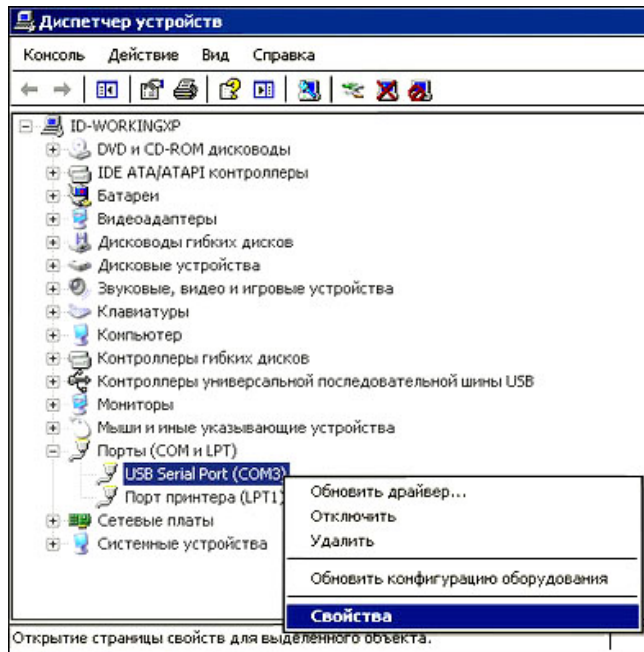
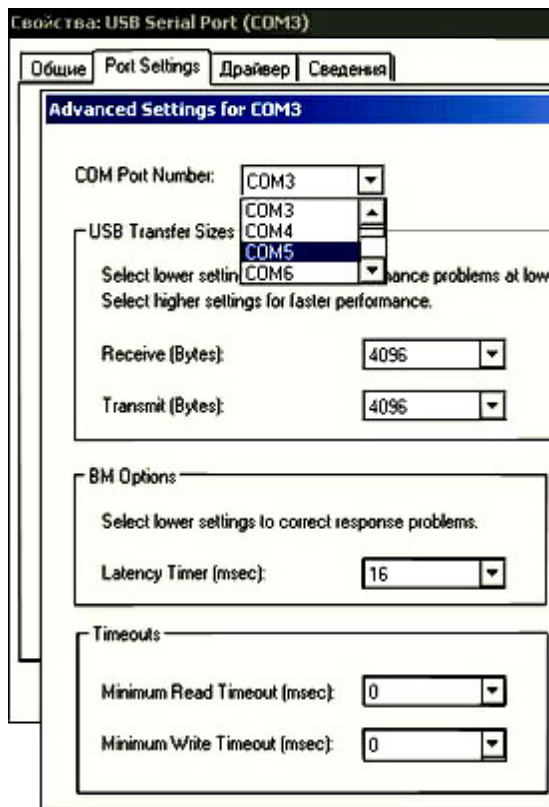

Рис. 9. Определение номера COM-порта
Рис. 10. Смена номера COM-порта
4. Определите номер COM-порта в диспетчере устройств (рис. 9). При желании можно сменить номер COM-порта (рис. 10).